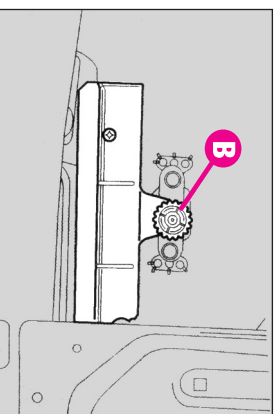

fig. 49
- Slăbiți butonul (B-fig.49) și scoateți întreaga unitate.
- Puneți la loc capacul transparent și instalați întreaga unitate blocând-o cu ajutorul butonului (B-fig. 49).